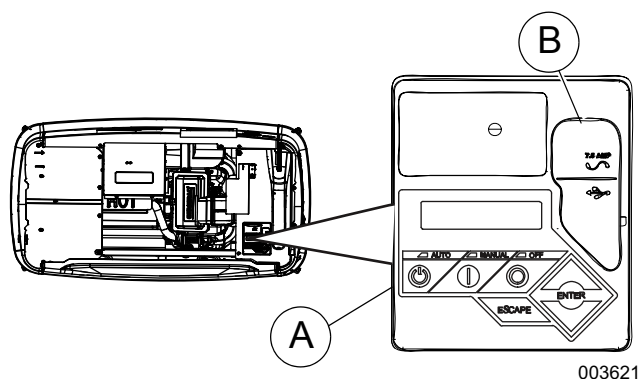

Figura 3-5. Tablero de control del generador
Vea Figura 3-5. La interfaz del tablero de control (A) está ubicada debajo de la tapa del gabinete. Verifique que ambas cerraduras laterales estén desbloqueadas antes de intentar levantar la tapa del gabinete. Abra la tapa como se indica en Apertura de la tapa.